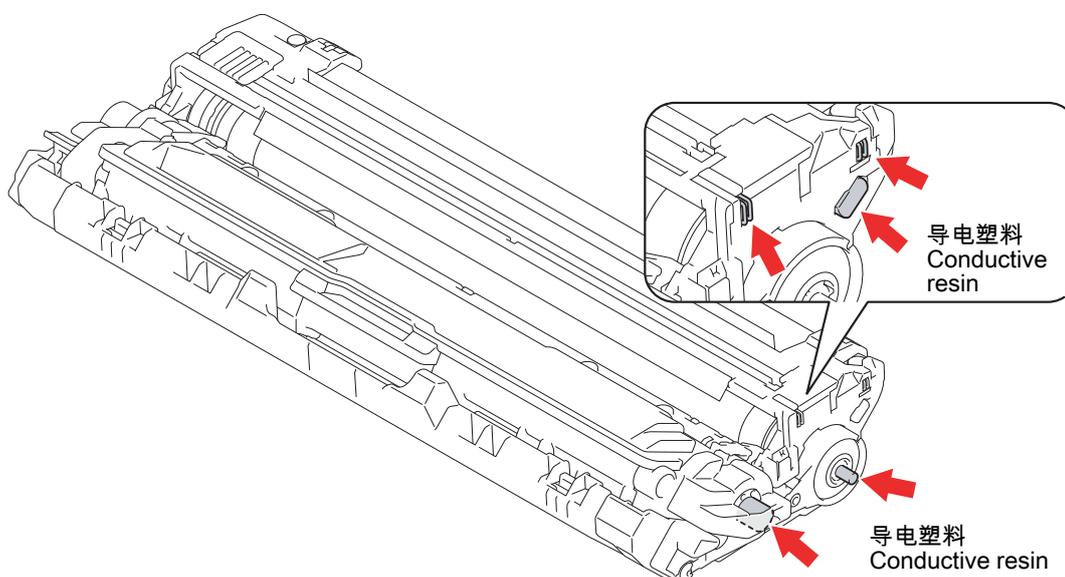

图 2-6
- 清洁硒鼓单元 (参照图 2-6)。
- 清洁硒鼓单元的 GRID 电极触头 (参照图 2-6)。